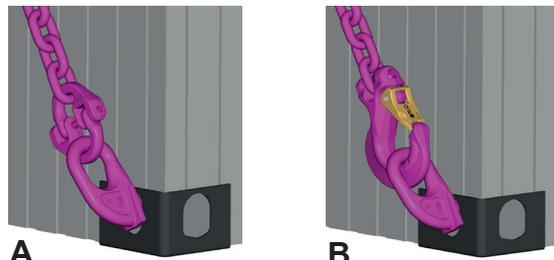

Abb. 1:
- VIP-Verbindungsschloss VVS 16 (Abb. 1 - A)
- VIP-Endbauteil z.B. VIP-Cobra-Gabelkopfhaken VCGH 16 (Abb. 1 - B)
- ICE-Verbindungsschloss IVS 16 (Abb. 1 - A)
- ICE-Star-Hook ISH 16 (Abb. 1 - B)